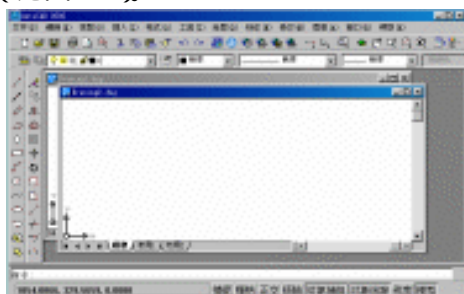
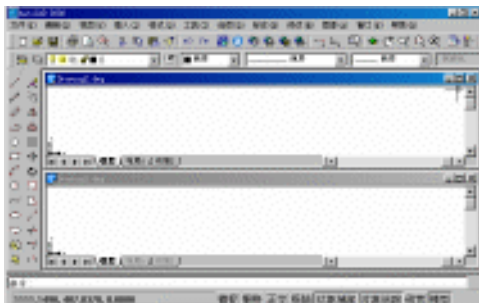
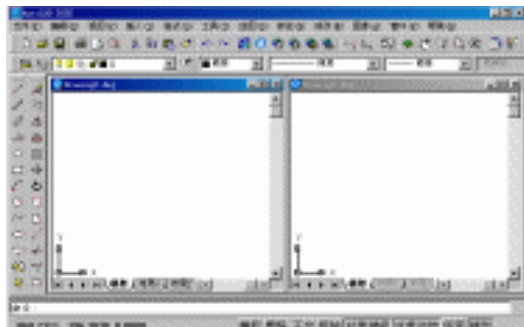
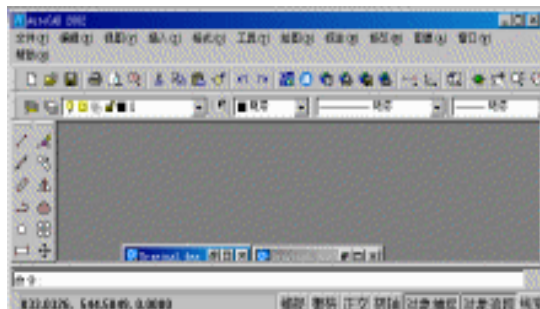

图 2-6
图 2-7
图 2-8
图 2-9
多个窗口的排列有多种形式，如层叠（见图 2-6）、水平平铺（见图 2-7）、垂直平铺（见图 2-8）、排列图标（见图 2-9）。
(2)单击工具栏上的【格式】/【图层】选项,则出现“图层特性管理器”对话框,如图2-6所示。